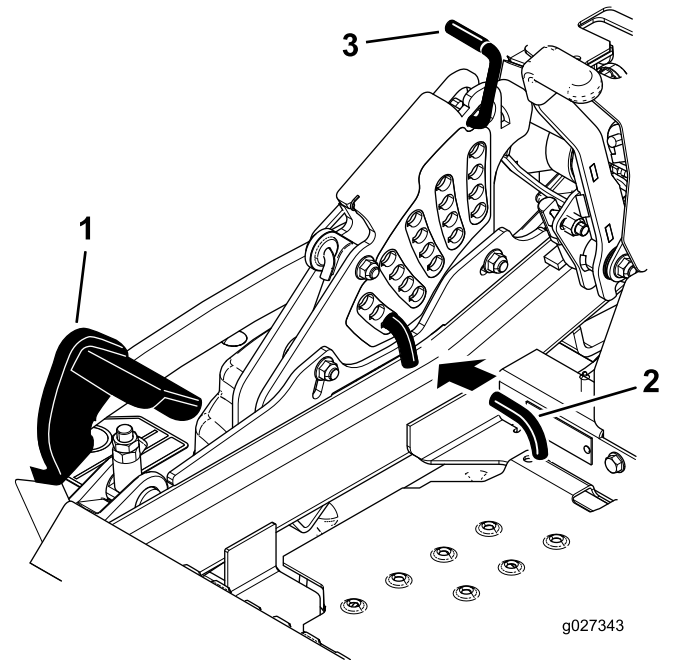

Figure 113
5. Enfoncez la pédale de levage du tablier de coupe au maximum pour verrouiller le tablier à la position transport de 14 cm (5½ po) (Figure 113).